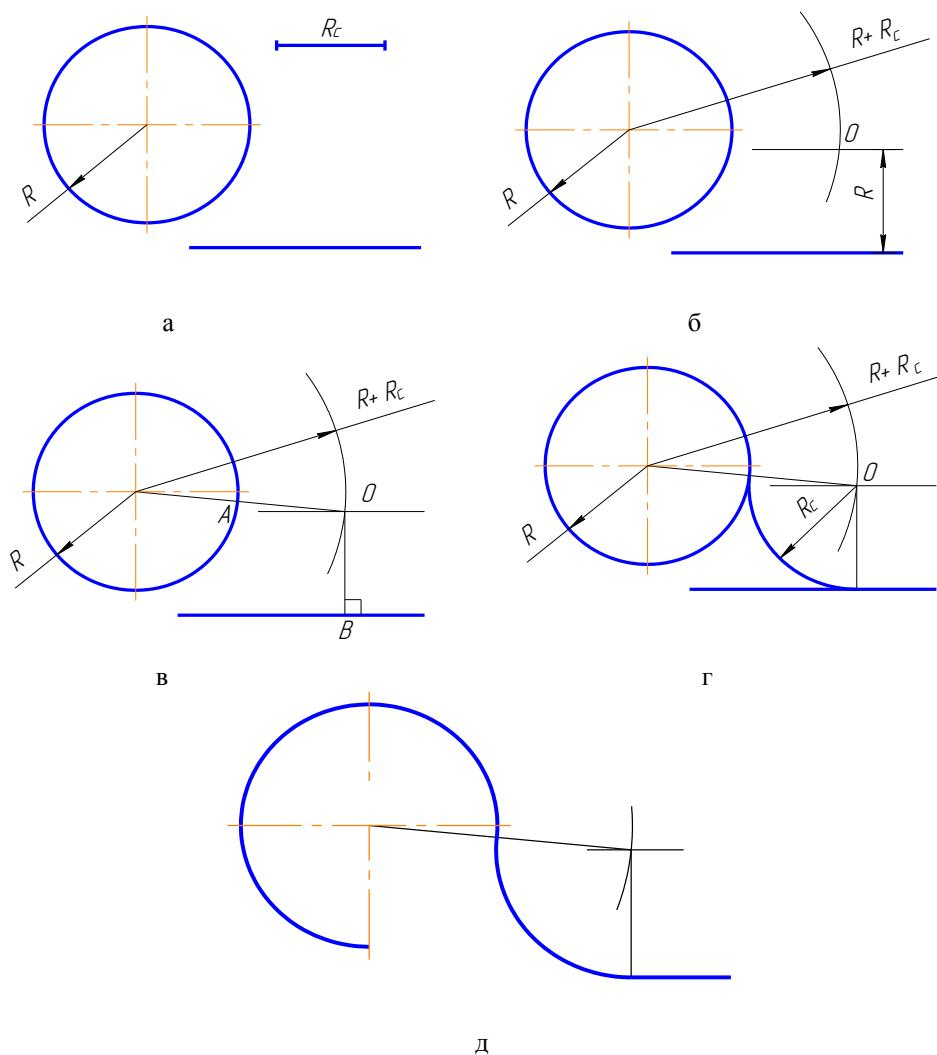

Рисунок 3.10 – Построение сопряжения дуги и прямой линии:
1. Находим центр сопряжения – точку O . На расстоянии, равном радиусу сопряжения, проводим вспомогательные дуги, и определим геометрические места точек равноудаленных от заданных прямой и окружности (рисунок 3.10 б).
2. Находим точки сопряжения A и B : из точки O опускаем перпендикуляр на заданную прямую и соединяем точку O с центром заданной окружности (рисунок 3.10 в);
3. Строим дугу сопряжения: между точками сопряжения проводим сопрягающую дугу заданного радиуса R (рисунок 3.10 г).
Результаты построения показаны на рисунок 3.10 д.